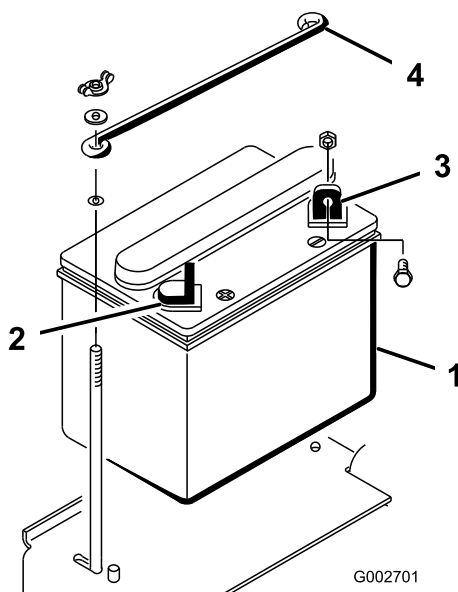

Figure 3
Retirez les (2) écrous à oreilles et rondelles qui fixent la tige de retenue supérieure aux tiges de retenue latérales de la batterie (Figure 3). Déposez la tige de retenue supérieure et déposez la batterie.